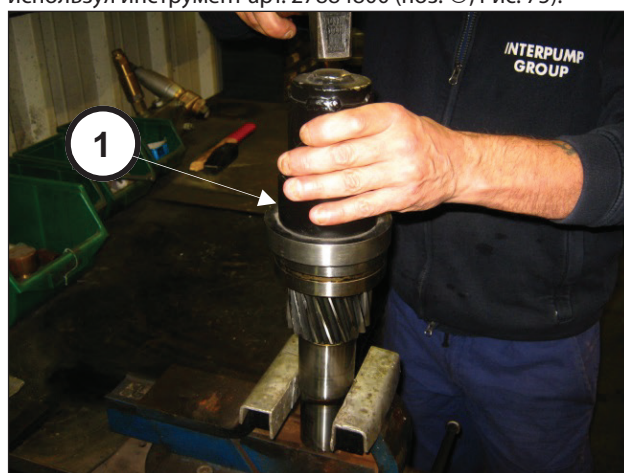

Рис. 75
Установите подшипник 45x100x36 на ведущую шестерню, используя инструмент арт. 27884800 (поз. ①, Рис. 75).